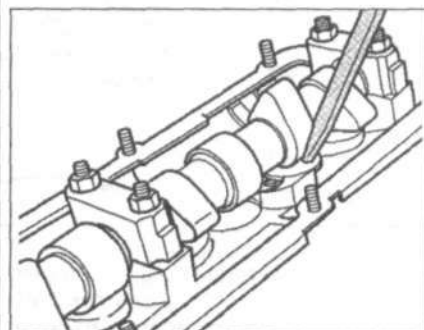

Рис. 6.34. Проверка гидрокомпенсатора.
- прижмите гидрокомпенсатор с помощью деревянного или пластикового клина (рис. 6.34). Если при нажатом гидрокомпенсаторе зазор между ним и кулачком больше 0.20 мм, его необходимо заменить.